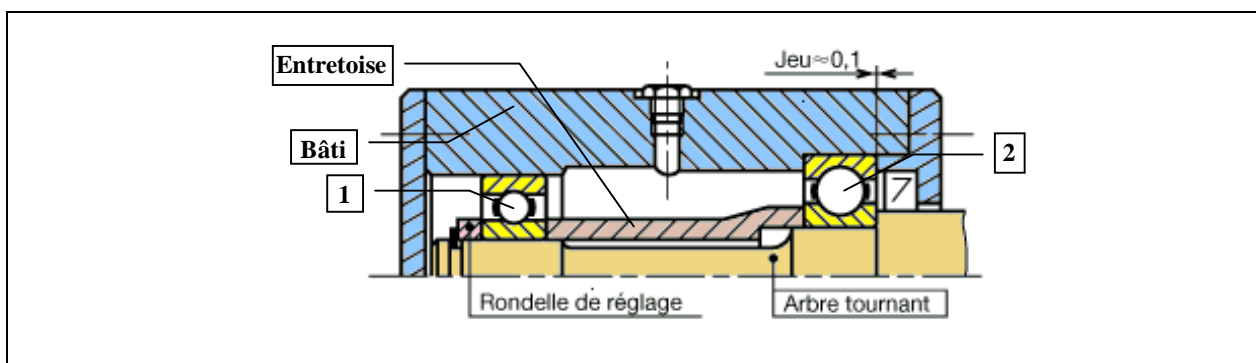

Fig. 1 : Montage de roulements pour arbre tournant
Dans le montage représenté figure. 1, la bague extérieure du roulement (1) est montée libre en translation par rapport au bâti. Le roulement (1) réalise alors une liaison linéaire annulaire entre l'arbre et le bâti. Les deux bagues du roulement (2) sont bloquées en translation, le roulement (2) réalise alors une liaison rotule entre l'arbre et le bâti.